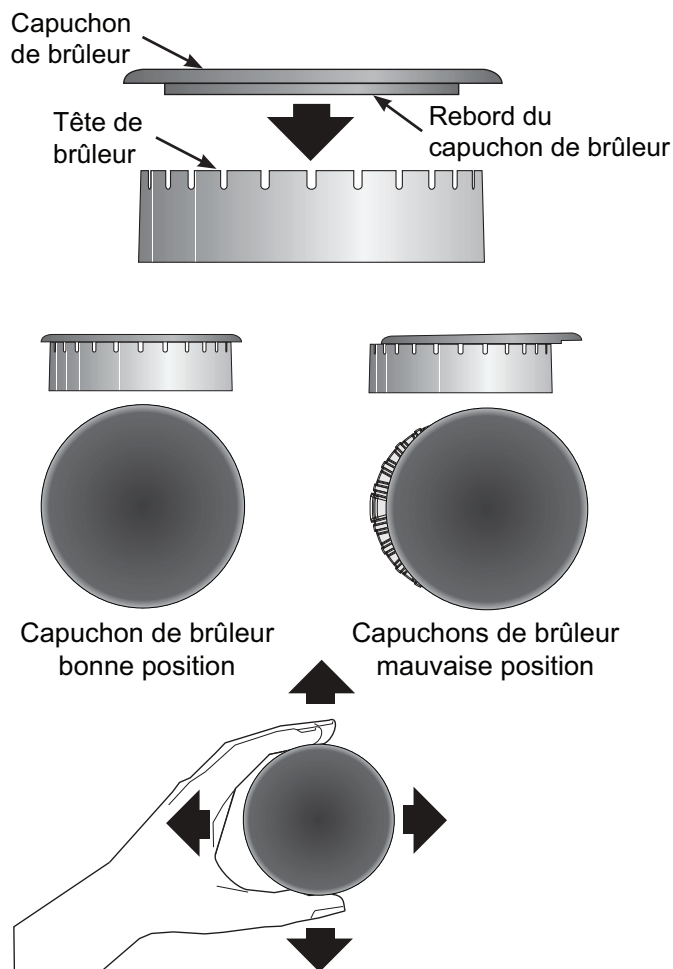

Figure 2 : Bien mettre le capuchon sur la tête de brûleur
- Suivre les directives avec soin lors de la mise en place des bouchons de brûleurs comme illustré à la Figure 2.